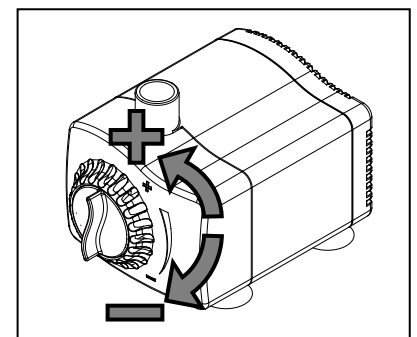

Fig. 4
4. Ajuster la contrôle de débit pour la mise en pratique. Fig. 4